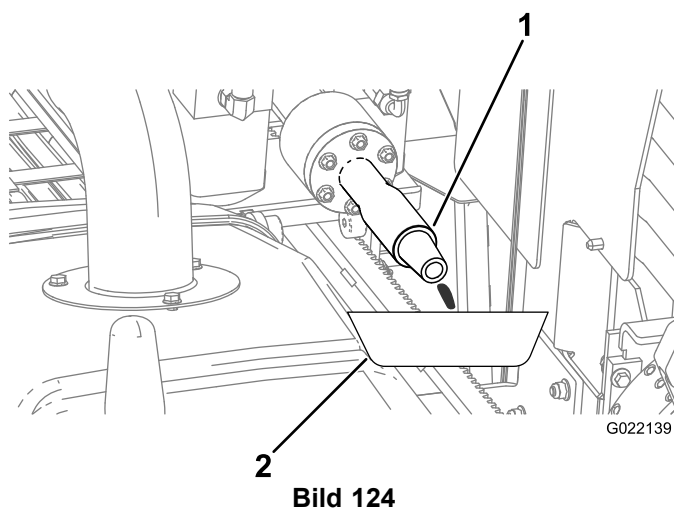

Bild 124
- A. Stellen Sie für entweichendes Frostschutzmittel eine Auffangwanne unter die Bohrspindel (Bild 124).
- E. Wenn das Frostschutzmittel aus der Bohrspindel (Bild 124) austritt, schalten Sie die Pumpe ab.